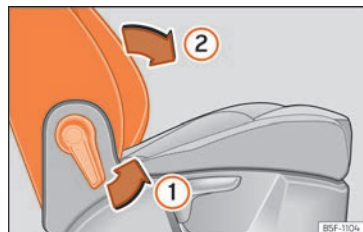

Fig. 132 Asiento del acompañante: palanca para abatir el respaldo.
- Tire de la palanca ① » » fig. 132 y empuje el respaldo hacia adelante ② de forma que el respaldo quede en posición horizontal. »